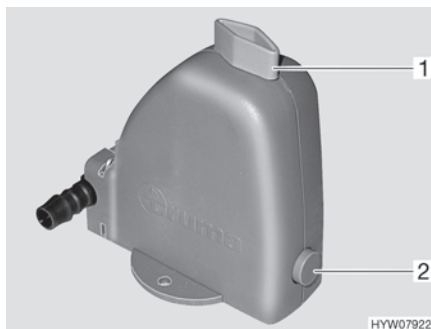

Bild 123 Säkerhets-/avtappningsventil
Värmesystemet är utrustat med en säkerhets-/avtappningsventil (Bild 123). Säkerhets-/avtappningsventilen gör så att vattnet i varmvattenberedningen inte fryser till is när det är frost och värmesystemet inte är påslagen.
- Stäng säkerhets-/avtappningsventilen. Ställ vredet (Bild 123,1) diagonalt mot säkerhets-/avtappningsventilen och tryck in tryckknappen (Bild 123,2).
- Öppna säkerhets-/avtappningsventil. Vrid då vredet (Bild 123,1) mot säkerhets-/avtappningsventilen. Tryckknappen (Bild 123,2) skjuts ut. Nu töms varmvattentanken via säkerhets-/avtappningsventilen utomhus.